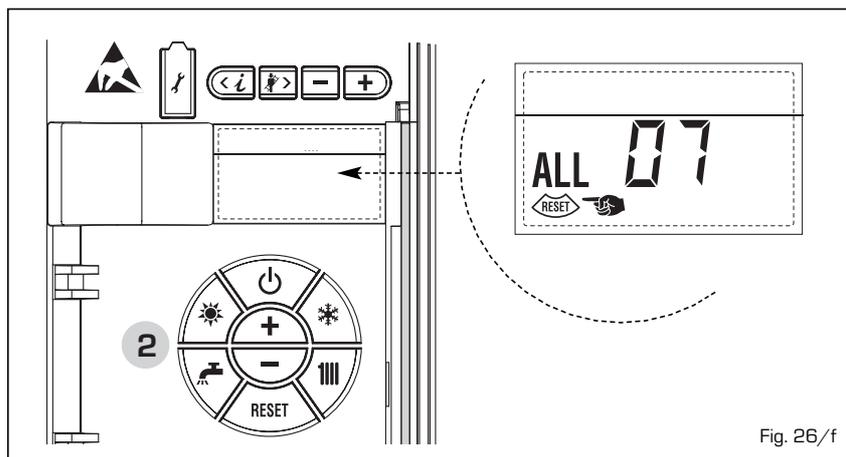

Fig. 26/f
- **ANOMALIA FIAMMA PARASSITA "ALL 08"** (fig. 26/g)